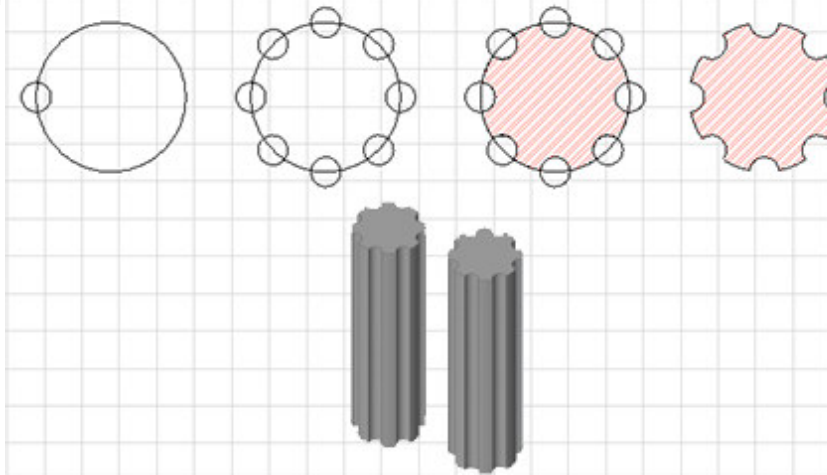

Рис. 14
2. Інструментом "Окружность" створіть коло меншого діаметра в точці перетину полілінії із однією з її осей (рис. 14).